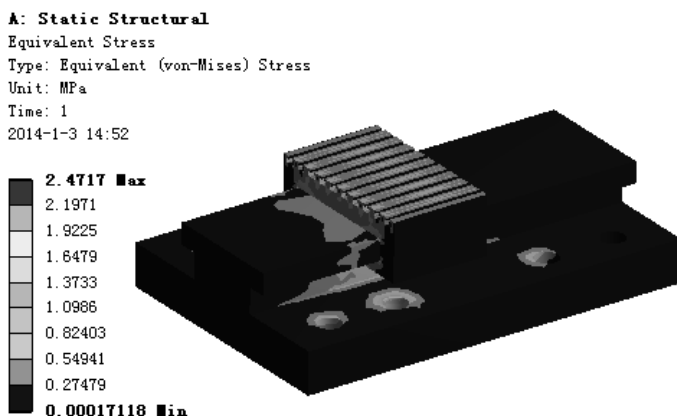

图 7.6.27 应力结果图解
(1) 求解分析。在顶部的工具栏中单击  按钮求解分析。
(2) 查看应力结果图解。在“Outline”窗口中选中  Equivalent Stress，查看图 7.6.27 所示的总应力结果，其最小应力为 1.7163×10^{-4} MPa，其最大应力为 2.4717 MPa。